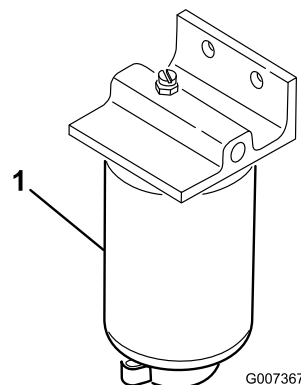

Figura 53
1. Mettete un contenitore pulito sotto il filtro del carburante(Figura 53).